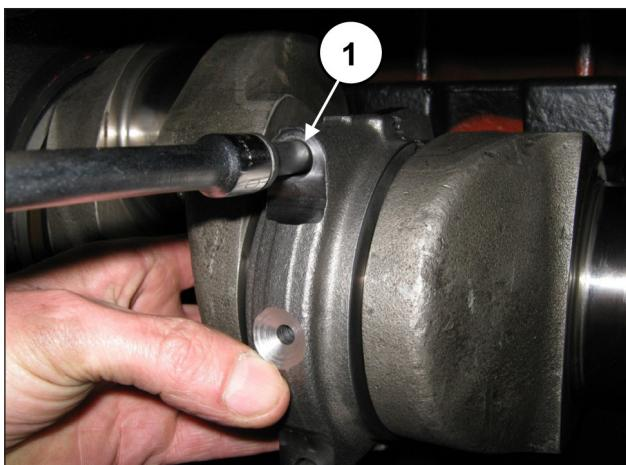

Fig. 68
Fixe as capas nas semi-bielas, mediante os parafusos M10x1.5x80 (pos. ①, Fig. 68).